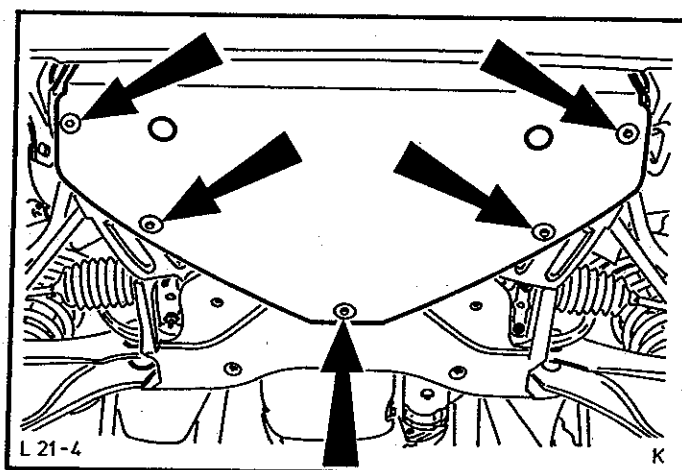

Abb.56 Spritzpappe anbauen
17. Untere Motorabdeckung (Spritzpappe) anbauen, Abb.56.